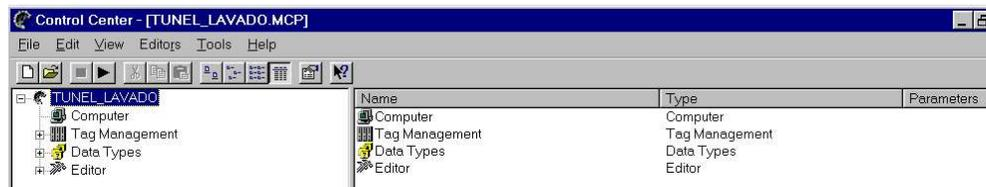

Imagen 4.2.
3. Una vez hecho esto aparecerá el proyecto creado con la siguiente estructura: (Ver Imagen 4.2)